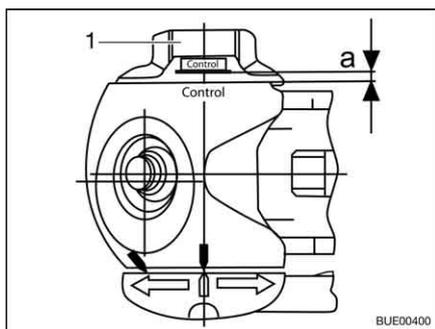

Fig. 189 Controllo usura
- Ruotare completamente la manovella (Fig. 189,1) finché non si sente la limitazione delle coppia grattare in modo percepibile. Direzione di rotazione: In senso orario.
- Distanza  $a > 0$  (Fig. 189): Usura all'interno del settore ammesso.